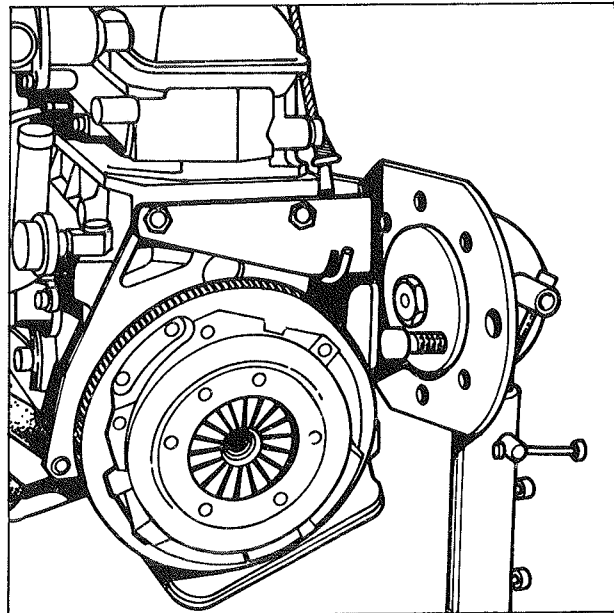

Fig. 1
- Engager les 2 broches de l'adaptateur dans les canons de guidage du plateau mobile (fig. 1).